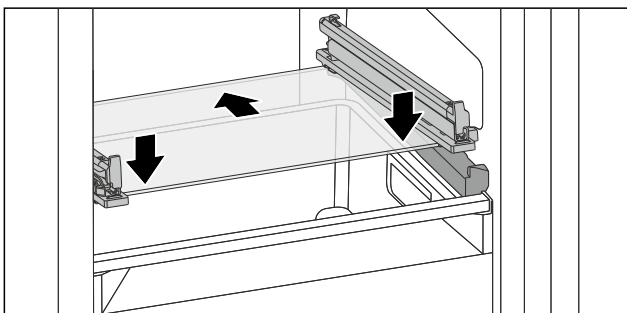

Fig. 178 Glasplatte des abklippbaren Schubfachs
- ▶ Glasplatte schräg hinter den Stoppern aufsetzen. (siehe Fig. 178)